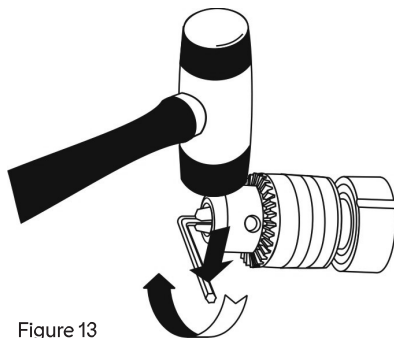

Figure 13
2. À l'aide d'un maillet, taper fortement la clé hexagonale dans le SENS HORAIRE (figure 13). Cette action va serrer le mandrin sur l'arbre.